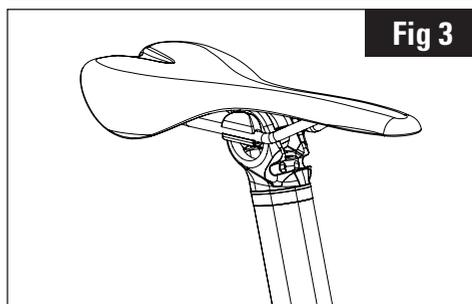

Fig 3
3. Inserire quindi il supporto inferiore (10c) sotto la guida della sella. (Fig.3)